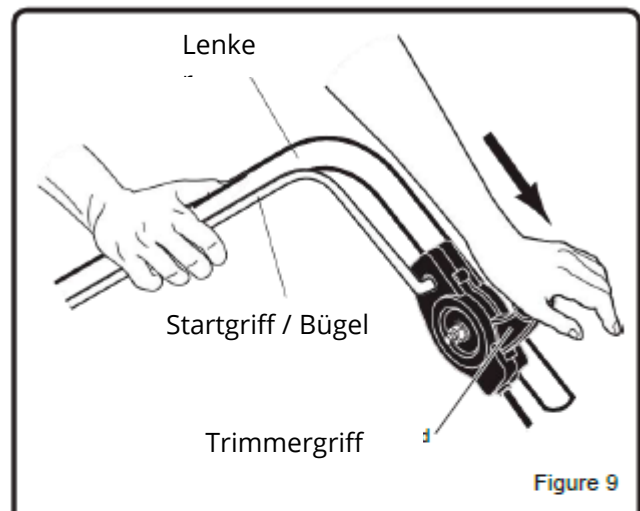

Figure 9
1. Halten Sie den Startgriff / Bügel gegen den Lenker gedrückt und bewegen Sie den Trimmergriff nach vorn, um den Trimmerkopf einzukuppeln. (Siehe Abbildung 9).